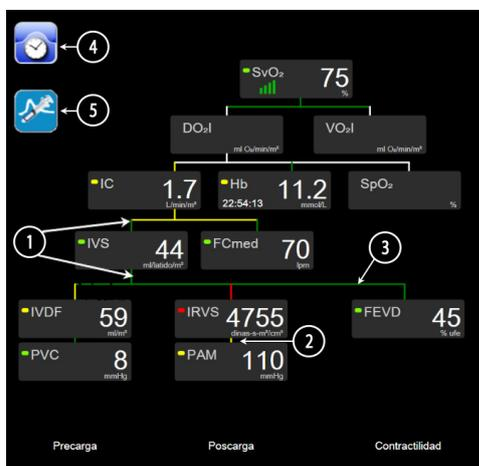

Figura 5-14 Pantalla de relaciones fisiológicas durante la monitorización con el módulo Swan-Ganz de HemoSphere
- 2 Las líneas verticales que conectan directamente dos parámetros son del mismo color que el indicador luminoso del parámetro situado debajo (por ejemplo, entre el IRVS y la PAM en la figura 5-14).
- 4 La barra de la izquierda se muestra una vez realizada la serie de bolos. Toque el icono de reloj/curva para visualizar los datos históricos (consulte la figura 5-14).
El ejemplo mostrado en la figura 5-14 es durante la monitorización con un módulo Swan-Ganz de HemoSphere. Habrá diferencias en el aspecto y los parámetros con otros modos de monitorización. Por ejemplo, durante la monitorización en el modo de monitorización mínimamente invasiva, FC_{med} se sustituye por FP, aparecen VPP y VVS (si están configurados), y no se muestran VDF ni FEVD.